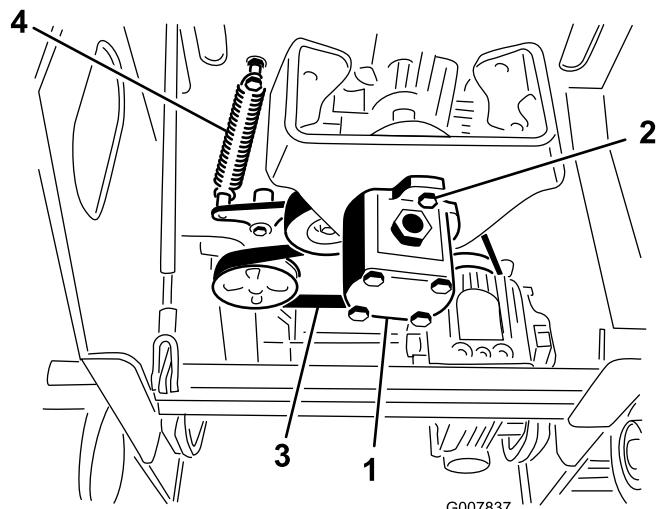

Figura 49
5. Allentate i 2 bulloni della pompa (Figura 49).
6. Ruotate la pompa in senso antiorario e lasciatela uscire dalla puleggia (Figura 49).
7. Servendovi di un tiramolle (contattate il vostro Centro Assistenza Autorizzato) o di un gancio metallico rigido, tirate l'estremità della molla della puleggia tendicinghia per allentare la tensione sulla cinghia (Figura 49).